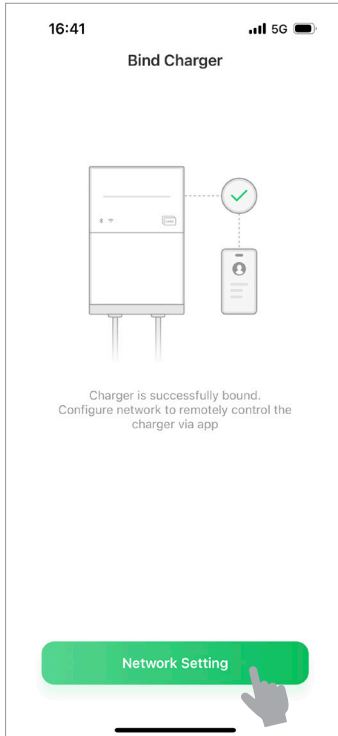
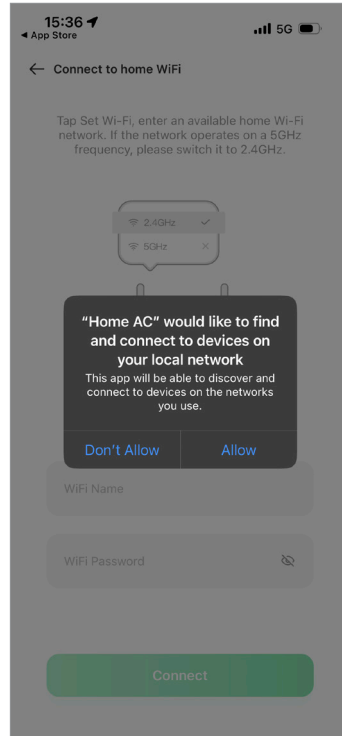

Abb. 6-9
Abb. 6-10
1. Nachdem das Ladegerät erfolgreich über Bluetooth verbunden wurde, tippen Sie auf „Netzwerkeinstellungen“ (siehe Abb. 6-9). Tippen Sie auf „Zulassen“, wenn die Warnmeldung angezeigt wird. (Siehe Abb. 6-10)